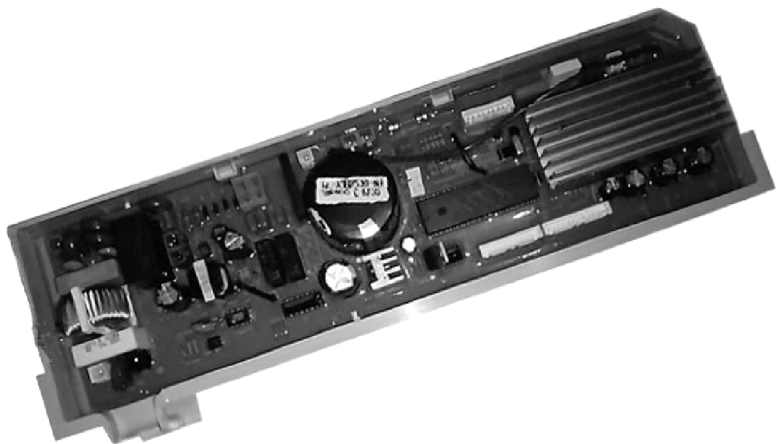

图 4-76 三星品牌 XQB52-IQ200 型变频全自动洗衣机电脑板实物
【维修笔记】 该机电脑板实物如图 4-76 所示。维修此类故障时，首先使用万用表测量变频电路主板主滤波电容有无 300V 电压；若有，再测副电源的 15V、12V、5V 电压是否正常；若正常，则说明 CPU 没能正常复位或晶体振荡器未起振。先测量 16MHz 晶体振荡器两引脚电压是否则正常（正常时应为 2V 左右）；若正常，再测量 CPU⑩引脚（复位端）电压是否正常；正常情况下按下开机键，⑩引脚电压应从 0V 上升到 5V，若实测时开机过程电压